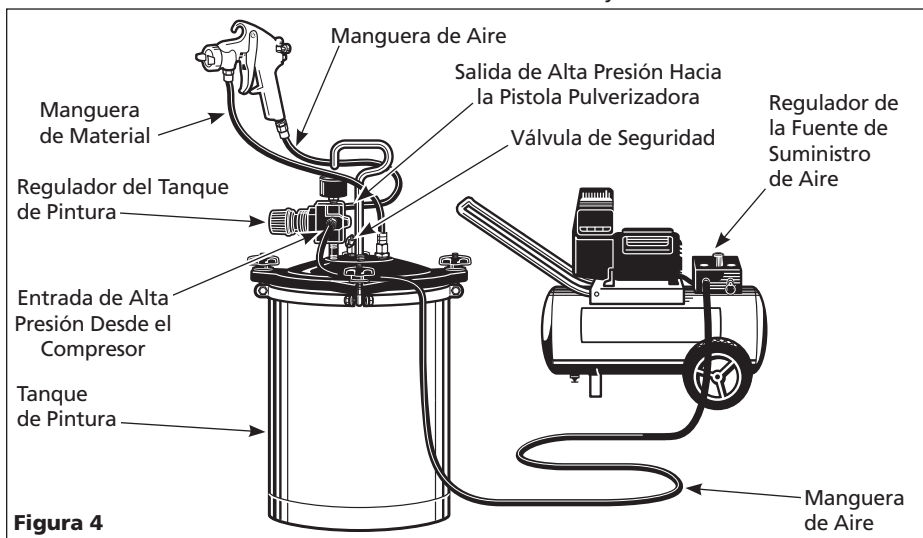

Figura 4
La Figura 4 le muestra cómo conectar la pistola cuando vaya a usar un tanque de pintura a presión. Vea las instrucciones suministradas con el tanque acerca de cómo conectarlo y usarlo. **NO USE TANQUE DE PINTURA ANTES DE LEER DICHAS INSTRUCCIONES.**
6. La perilla de la válvula de presión/sifón se debe apretar en el mismo sentido de las agujas del reloj (dirección S) cuando haga las conexiones mostradas en la Figura 4 para usar un tanque de pintura a presión. Ésto evitará la fuga de aire a través del orificio de la válvula del envase cuando no lo esté usando.